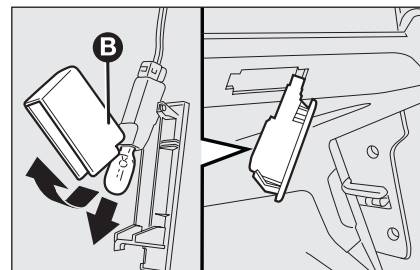

fig. 43
- ☐ abra la protección **B-fig. 43** y sustituya la lámpara introducida a presión;